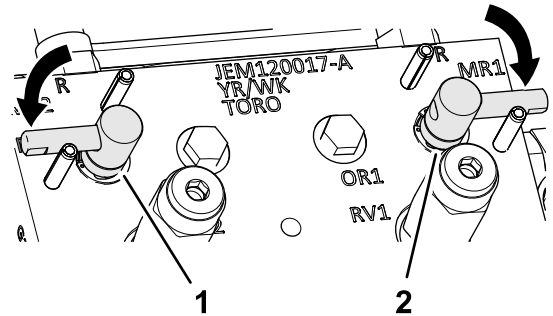

Figure 153
3. Tournez les leviers de rodage à la position F (tonte) (Figure 153).